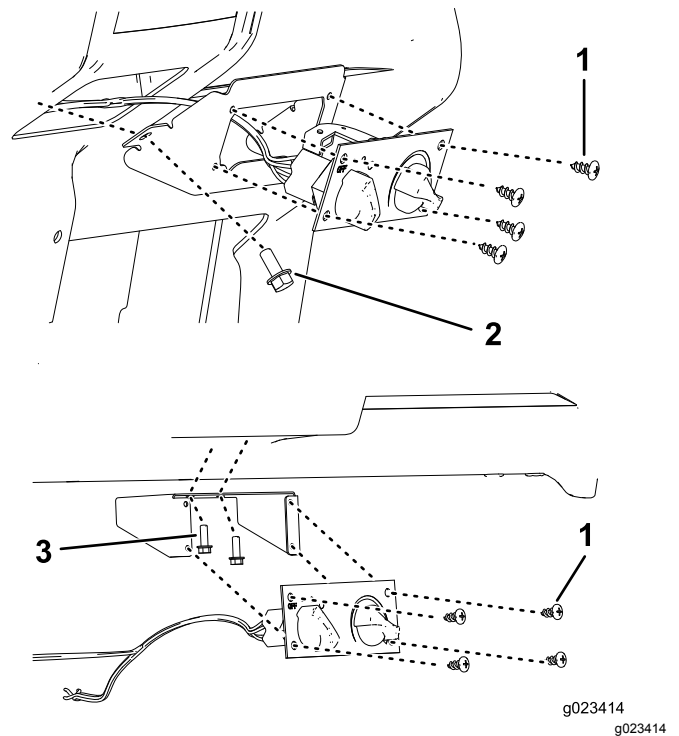

Figura 5
4. Fixe o controlo do aquecedor à montagem do controlo do aquecedor utilizando 4 parafusos de placa de metal (**Figura 5**).
5. Ligue o cabo de controlo do aquecedor e conector de cablagem preta ao controlo do aquecedor e conector de cablagem branca ao aquecedor (**Figura 5**).
7. Prenda utilizando 4 parafusos de cabeça flangeada (5/16 x 3/4 pol.) na frente da montagem de controlo do aquecedor e 2 parafusos (5/16 pol. para os modelos HD) na lateral da montagem ou 2 parafusos (1/4 pol. para os modelos MD) na parte interior superior da montagem, dependendo do modelo que possui (**Figura 5**).